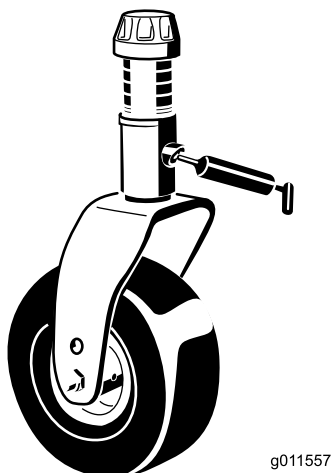

Bild 19
- Laufradgabel-Büchsen (4) (Bild 19).